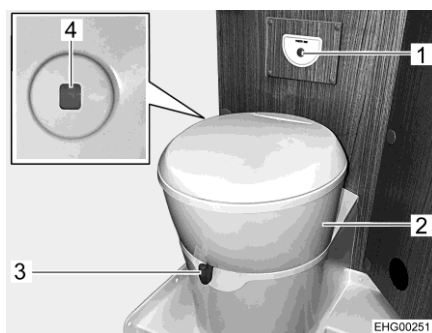

Fig. 147 Toilettes
Il est possible de tourner la cuvette dans la position souhaitée. Saisir pour ce faire le partie supérieur des toilettes (Fig. 147,2) des deux mains et tourner.
L'unité de commande avec le bouton de la chasse d'eau (Fig. 147,1) est positionné à proximité de la cuvette.
- Avant d'actionner la chasse d'eau, ouvrir le curseur des toilettes. Pousser pour cela le levier du curseur (Fig. 147,3) dans le sens inverse des aiguilles d'une montre.
- Pour actionner la chasse d'eau, appuyer sur le bouton bleu (Fig. 147,1).
- L'indicateur de niveau (Fig. 147,4) passe du vert au rouge quand le réservoir pour matières fécales doit être vidé.